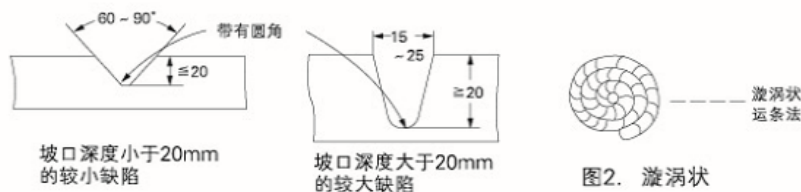

图1. 坡口形状
- ①焊接已渗进油的铸件时，焊接前要在约400℃下将油充分燃烧掉，并且彻底去除其他污垢。
- ②补焊时，应充分打磨完全清除缺陷，并将坡口底部加工成圆弧形(图1)。加工时，可采用机械加工方式或使用砂轮修磨进行打磨而不应用电弧气刨。当存在裂纹扩展的危险时，应于裂纹的两端钻止裂孔。